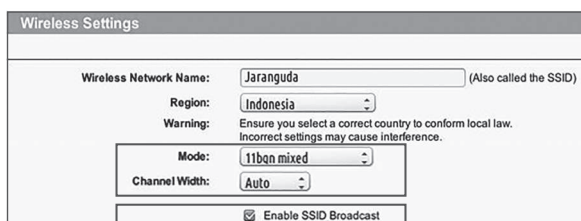

Fig. 1
2. Vergewissern Sie sich, dass der 802.11 WLAN-Modus des Routers b/g/n gemischt ist. (siehe Abb. 1)
3. Vergewissern Sie sich, dass der Routerkanal/die Bandbreite der WLAN-Einstellung auf Auto oder 20M oder 20M gemischt 40M gestellt ist. (siehe Abb. 1)
4. Vergewissern Sie sich, dass die Funktion SSID-Broadcast aktivieren des Routers eingeschaltet ist, wenn Sie die Maschine mit der App verbinden. Nach erfolgreicher Verbindung können Sie die Konfiguration schließen. (siehe Abb. 1)